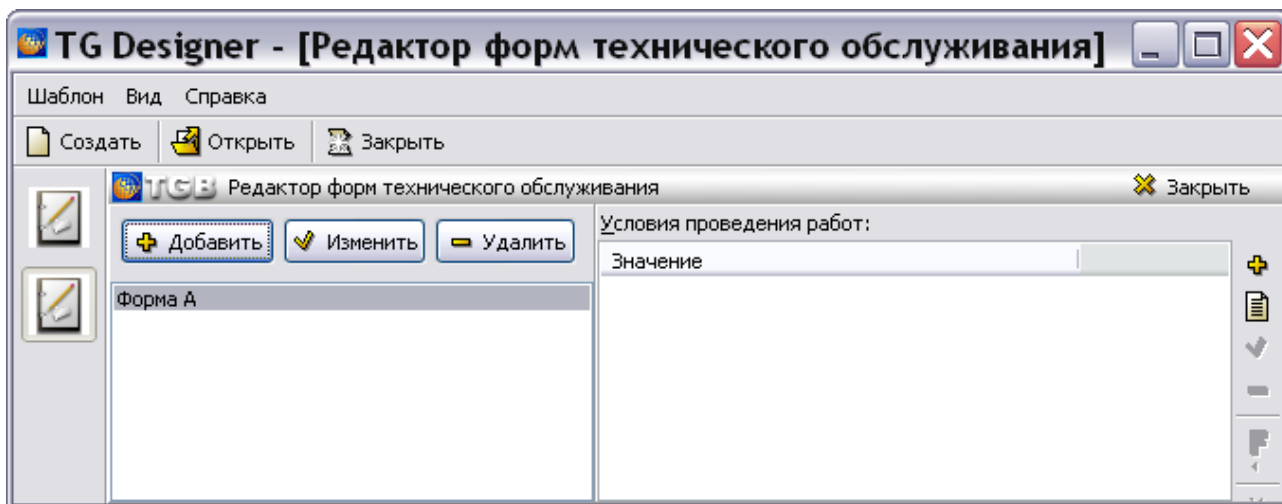

Рис. 3.105
3. Нажмите на кнопку **ОК**. После этого произойдет возврат в окно **Редактор форм технического обслуживания**, в левом окне которого появится название созданной формы обслуживания (Рис. 3.105).